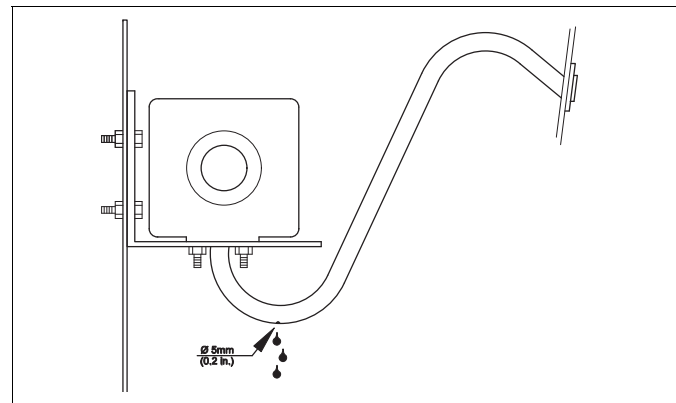

Fig. 26 Flessibile di aspirazione aria comburente non in direzione di navigazione
- ▶ Praticare il foro di deflusso nel punto più basso, come illustrato in Fig. 26.